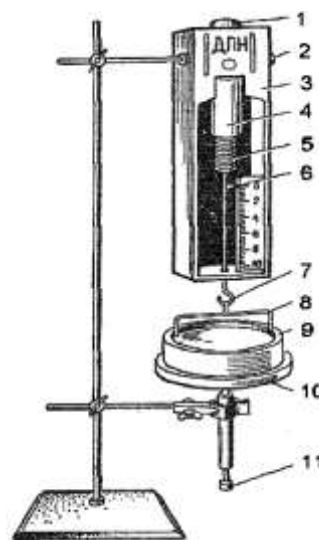

рис. 1
1. Підготуйте прилад для виконання вимірювань. Для цього надіньте на гачок 7 петлю 8 (рис.1). Брати петлю руками небажано, тому скористайтесь пінцетом або відрізком тонкого дроту. Притримуючи кнопку 1, відкрутіть стопорний гвинт 2. Натискаючи на кнопку 1, встановіть стрілку динамометра на нульову поділку шкали. При необхідності злегка поверніть кнопку, щоб кінчик стрілки був поблизу шкали. Закрутіть стопорний гвинт.